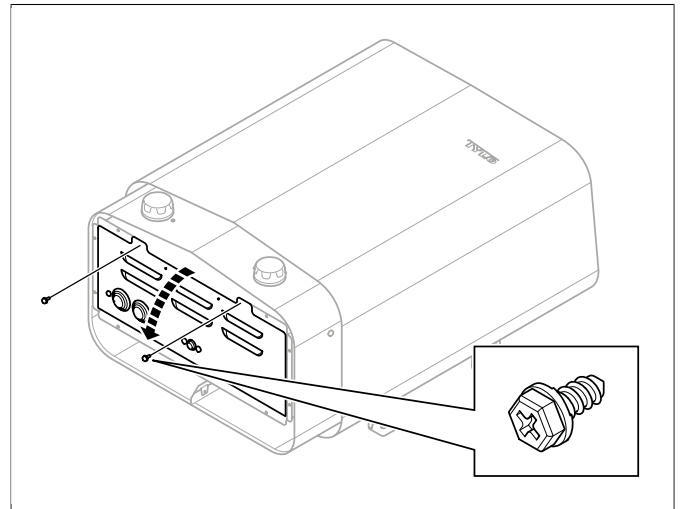

Abb. 5: Öffnen/Schließen der Abdeckung
2. Lösen Sie die Schrauben und öffnen Sie die Abdeckung, siehe **Abb. 5**, Seite 3.
4. Schließen Sie die Abdeckung und drehen Sie die Schrauben ein, siehe **Abb. 5**, Seite 3.